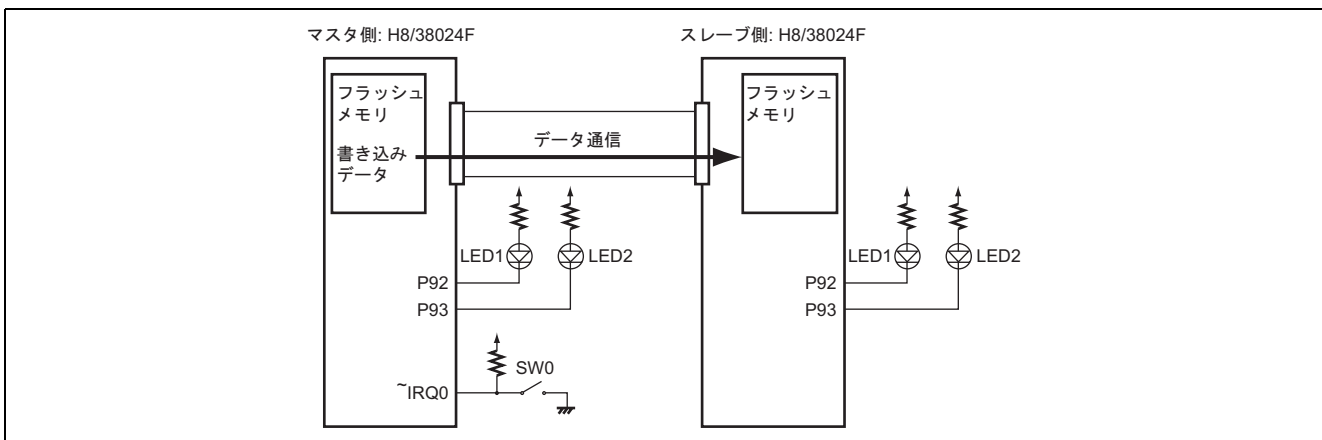

図 1 オンボード書き込み構成例
- (1) ユーザモードによるフラッシュメモリ書き込みを行います。
- (2) マスタ側フラッシュメモリ上にある書き込みデータを、スレーブ側のフラッシュメモリに書き込みます。
- (3) 書き込みデータの転送は、調歩同期式シリアル通信で行います。
- (4) マスタ側のスイッチ 0(SW0)が ON になると、マスタ側からスレーブ側にフラッシュメモリ書き込み開始コマンドを送信し、スレーブ側フラッシュメモリへの書き込みを開始します。
- (5) マスタ側、スレーブ側共に、フラッシュメモリ書き込み動作中は LED1 が消灯、LED2 が点灯し、フラッシュメモリ書き込み動作終了後は LED1 が点灯、LED2 が消灯します。
- (6) マスタ側の \sim IRQ0 端子にスイッチ 0(SW0)が接続されています。
- (7) マスタ側、スレーブ側共に、P92 出力端子に LED1 が接続、P93 出力端子に LED2 が接続されています。
- (8) P92 は、大電流ポートです。
- (9) オンボード書き込みの構成例を図 1 に示します。